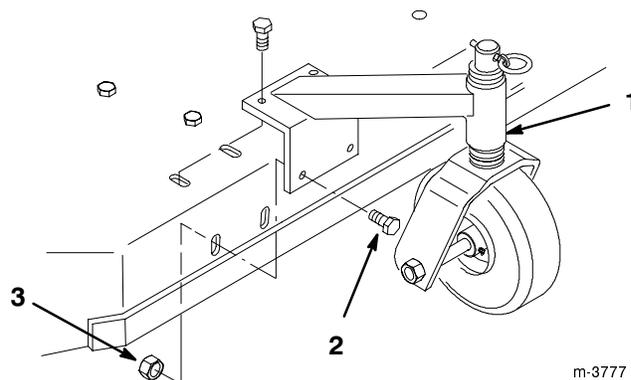

Figure 1
- Placer les roues pivotantes face aux trous des faces supérieures et avant du carter de tondeuse, insérer les 8 boulons de 19 mm (3/8-16 x 3/4") et les fixer à l'aide des 8 écrous à embase de 3/8-16 sous le carter de tondeuse (Fig. 1).